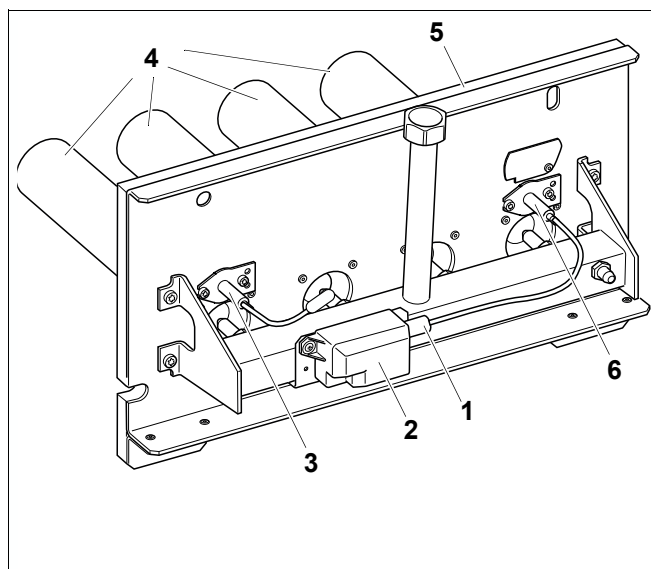

Рис. 43 Чистка горелки
- Отсоединить штекер кабеля для розжига (рис. 43, **поз. 1**) на трансформаторе розжига (рис. 43, **поз. 2**).
- Открутить оба болта на контролирующем электроде (рис. 43, **поз. 3**) и осторожно вынуть его.
- Открутить оба болта на запальном электроде (рис. 43, **поз. 6**) и осторожно вынуть его.
- Опустить стержни горелки (рис. 43, **поз. 4**) в воду с чистящим средством и очистить их щеткой.
Следите за тем, чтобы не намочить теплоизоляцию на щитке горелки (рис. 43, **поз. 5**) и запальный трансформатор (рис. 43, **поз. 2**). При необходимости снимите запальный трансформатор.